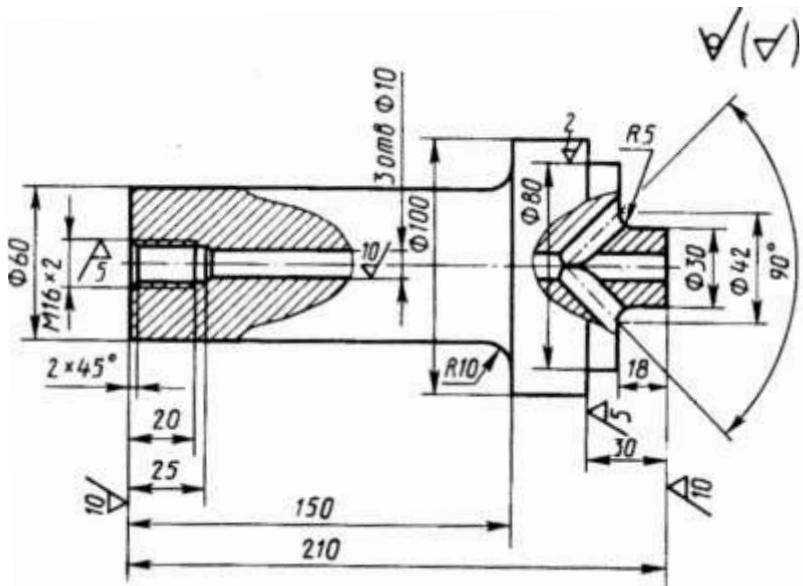

Рис. 25
В начале технологической части в соответствии с вариантом задания приведите чертеж детали (рис. 25–34). Следует учесть, что на рис. 25–34 изображены детали, полученные после механической обработки поковок, чертежи которых разрабатываются студентами в процессе выполнения задания.
2. Разработайте процесс изготовления поковки детали (рис. 25) методом ковки на паровоздушном ковочном молоте. При выполнении работы следует: описать сущность процесса ковки и указать области ее применения; изобразить схему молота и описать его работу; установить температурный интервал ковки, вид нагревательного устройства и привести схему печи; составить чертеж поковки и определить ее массу; привести эскизы переходов ковки и применяемого инструмента; с учетом технологических отходов